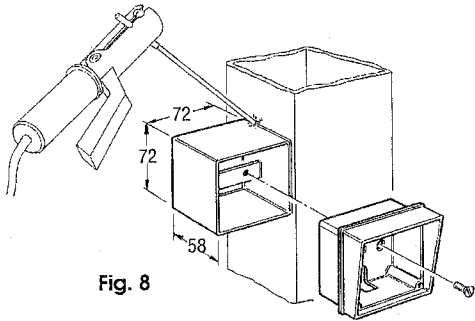

Fig. 8
2) SU SCATOLA A SALDARE (Fig. 8)